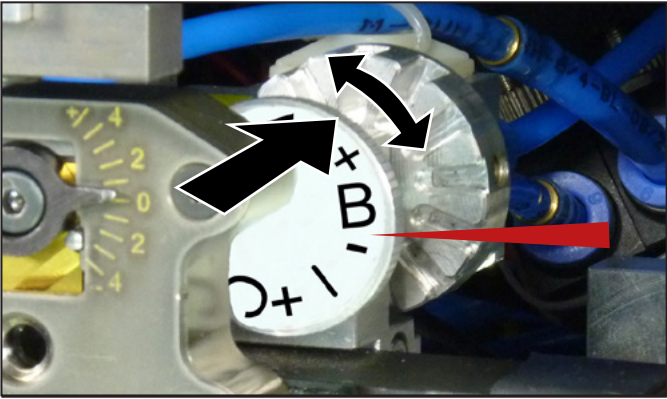

图5.4 释放设备调整 (设置: B)
- ▶ 将调整轮后压，并将其转动，以使要求数值落在已标记的位置上 (参考图 5.4)。